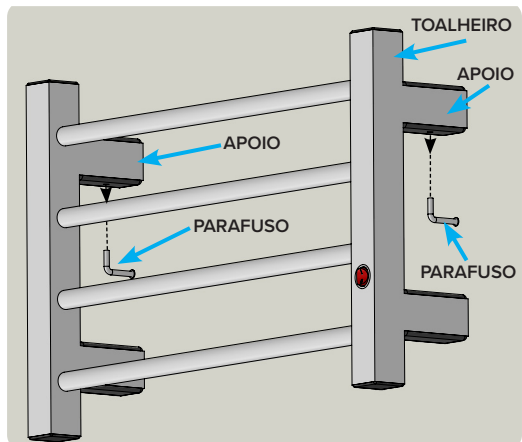

Figura 15 – Instalação do Toalheiro nos Parafusos Escápula
7. ALINHAR os furos dos apoios do Toalheiro nos Parafusos Escápula M5 x 70 mm e **INSTALAR** o Toalheiro. A correta instalação do Toalheiro se dá quando todos os 4 (quatro) apoios tocam a parede simultaneamente (Figura 15).